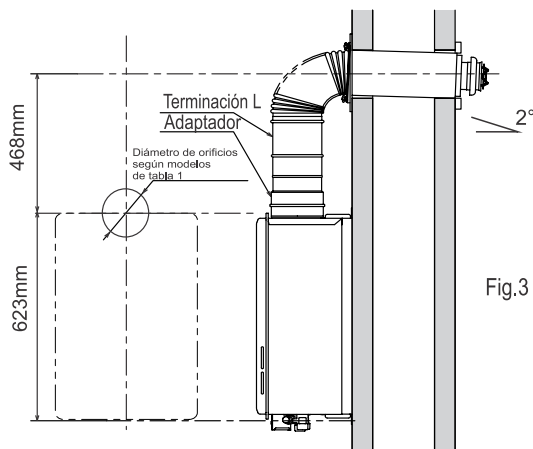

Fig.3
- Se recomienda utilizar cinta de teflón para sellar todas las conexiones de gas y agua, de esta manera se asegura una instalación correcta y se previenen posibles fugas (Fig.3).
Al instalar en interiores, coloque conductos para la salida de gases de combustión, estos deben ser anticorrosivos y no inflamables, la separación del calentador debe ser por lo menos de 468mm y con un ligero ángulo de 2° (Fig.3), esto para evitar que la condensación de vapor se regrese hacia el calentador.